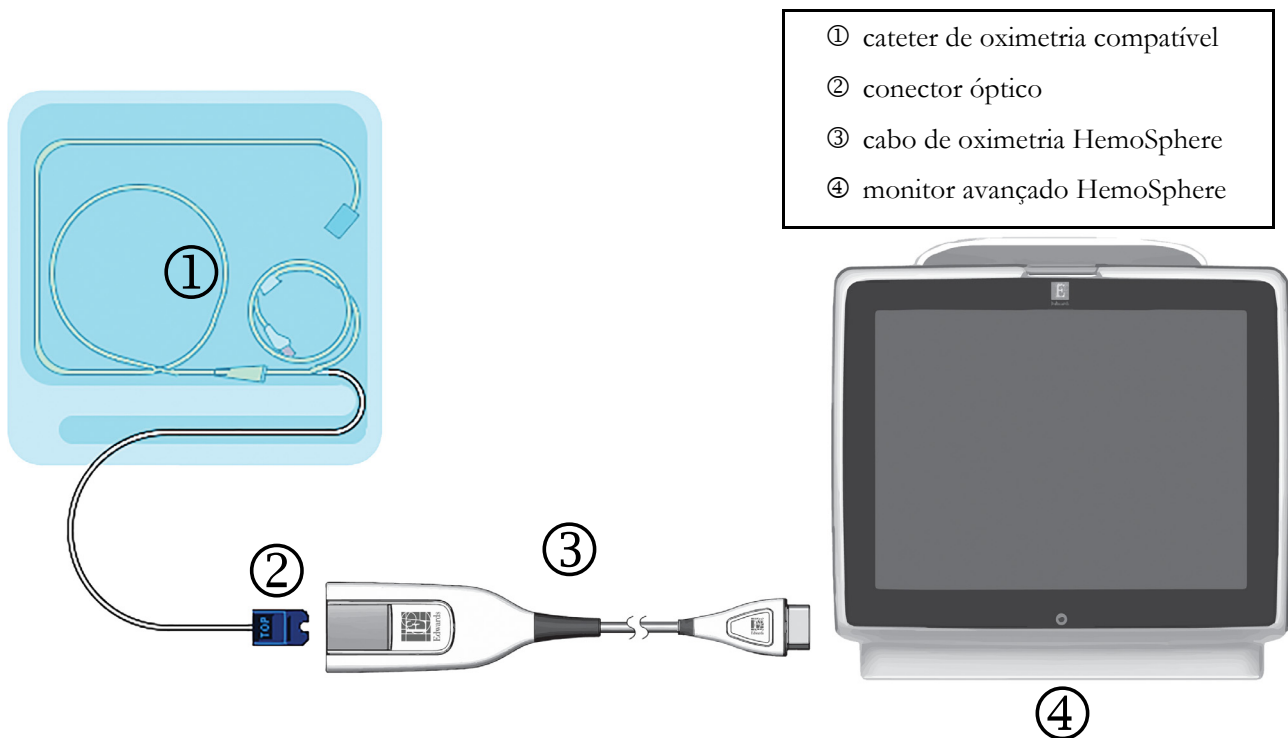

Figura 4-3 Visão geral da conexão da oximetria
- 1 Conecte o cabo de oximetria HemoSphere no lado esquerdo do monitor avançado HemoSphere. Veja figura 4-3.